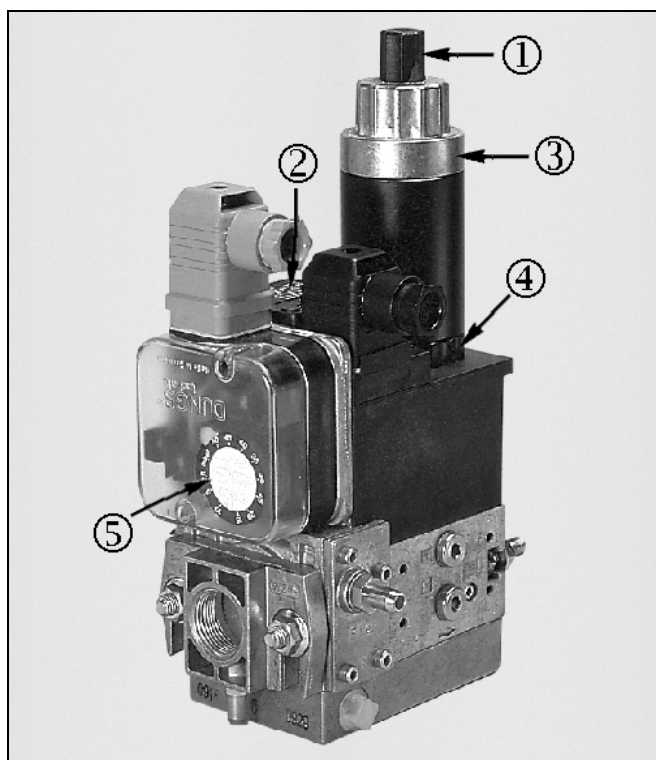

Рис. 9: Газовая арматура, двухступенчатая
- 2. Магнитный клапан Класс А, медленное открытие, быстрое закрытие, с возможностью настройки пускового количества газа, ступеней 1 и 2 (Газовая арматура Двухступенчатая, Рис. 9)